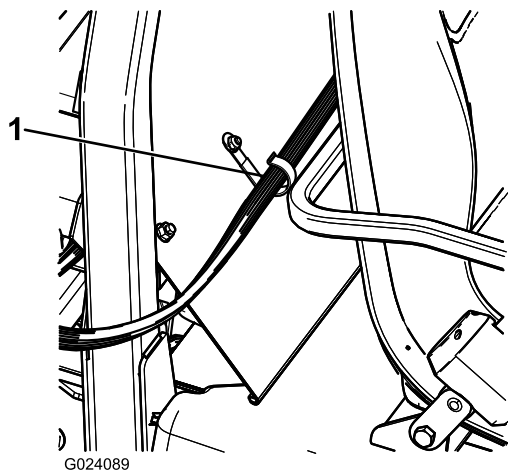

図 22
2. Jクリップ個を助手席の後ろ 図 22 に取り付ける ボルト $\frac{1}{4} \times \frac{1}{2}$ " 1本とフランジナット $\frac{1}{4}$ " 1個を使用する。
3. Jクリップを使って、コントロールコンソールのハーネスを、コンソールとROPS カバーに固定する (図 22)。